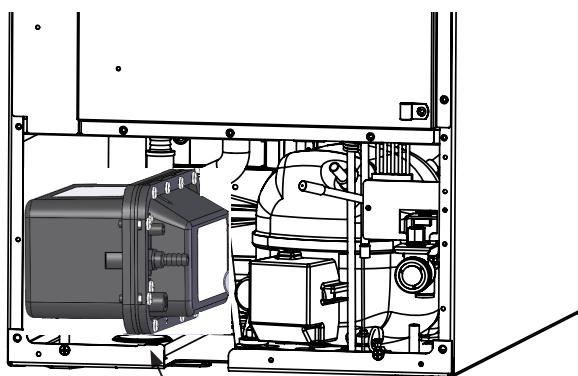

Figura 40
6. Gire la bomba de drenaje y retírela de la máquina de hielo (vea la Figura 40). Probablemente sea necesario desconectar el cable de tierra de la pestaña posterior del gabinete (vea la Figura 36).